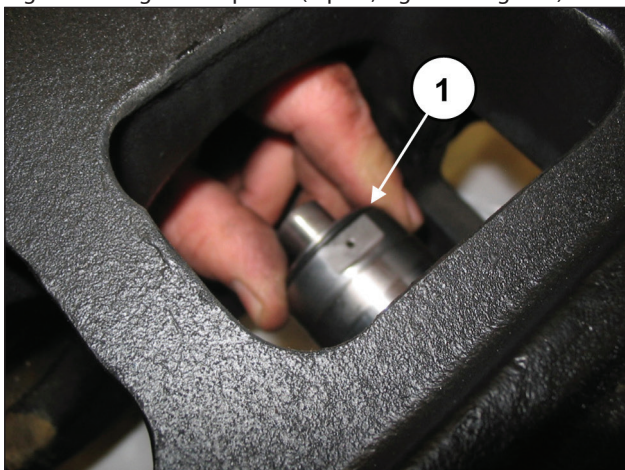
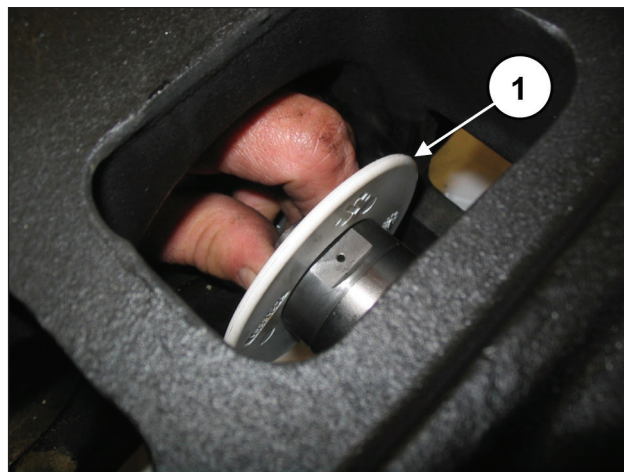

Fig. 144
Fig. 145
Placez le pare-éclaboussures avec joint torique dans le logement du guide de piston (rep. ①, Fig. 144 e Fig. 145).